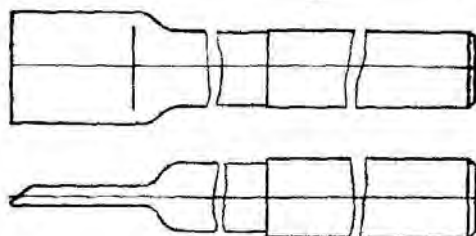

Рис. 32. Лопатка
**Лопатка** (рис. 32) предназначена для очистки спиралей шнеков от породы. Она изготовлена из трубы, один конец которой сплюснен до лезвия; на другом конце имеется сетчатая накатка.